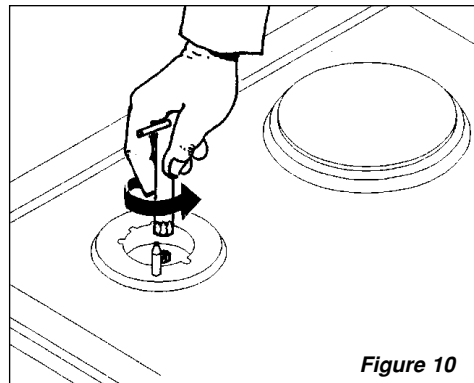

Figure 10
3. Dévissez les injecteurs (figure 10)